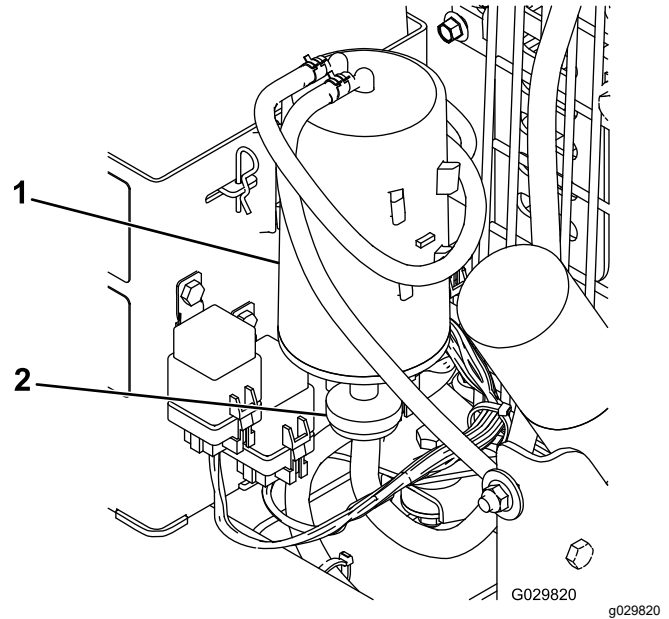

Bild 18
2. Entfernen und werfen Sie den Aktivkohle-Luftfilter weg (Bild 18).